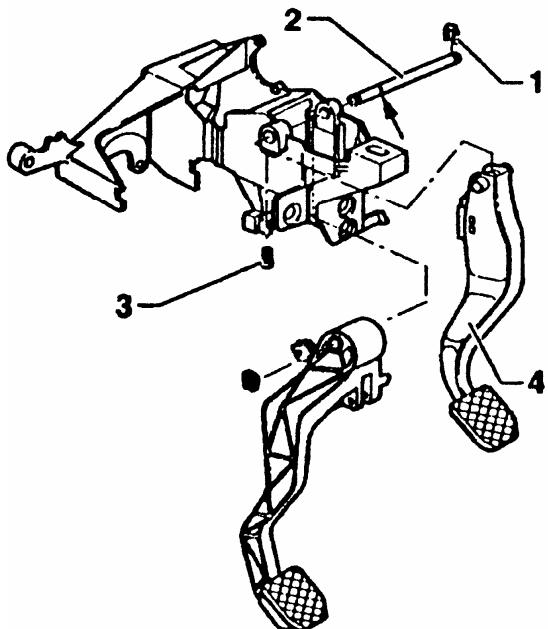

图 13-63 拆卸制动踏板
(6) 如图 13-63 所示, 从离合器和制动器踏板枢轴上拉下锁止垫圈, 松开内六角螺栓, 直到其脱离凹槽 (箭头)。向左推枢轴, 直至可拆下制动踏板。拆下制动踏板。